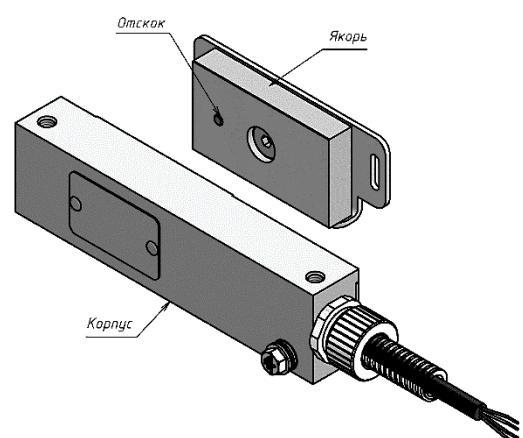

Рисунок 6 - Взаимное положение корпуса и якоря для замка варианта «Н»
**Внимание! При монтаже якоря замка варианта «Н» необходимо соблюдать положение отсека якоря относительно корпуса. Якорь должен быть сориентирован так, чтобы отсек якоря был направлен к корпусу с противоположной от кабельного ввода стороны (рисунок 6).**